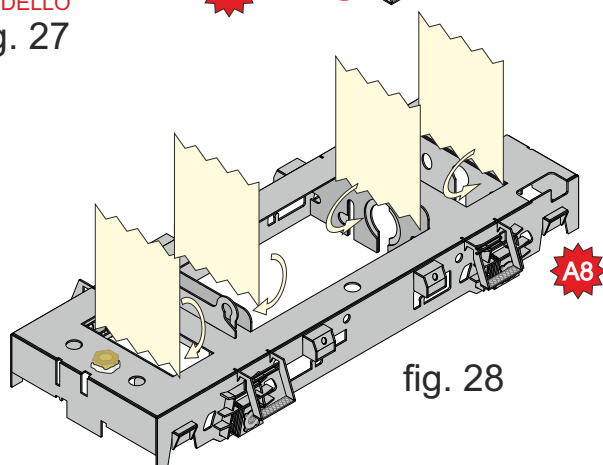

fig. 28
14) Applicare del nastro in carta nella parti indicate in fig. 28 questo per evitare che la vernice possa bloccare il sistema a bascula del del gruppo ruote. Inserire del nastro finemente arrotolato all'interno dei bulloni. Il pezzo è ora pronto per la verniciatura in nero descritta a pagina 15.